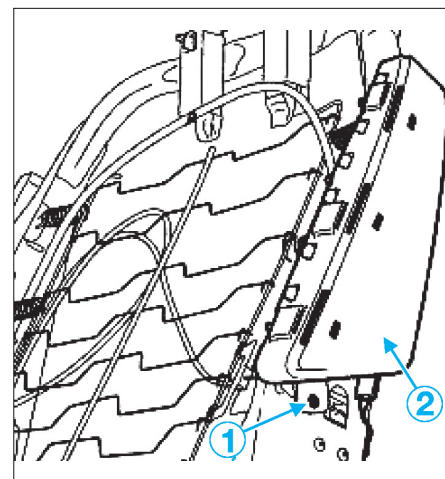

FIG. 10
- Défaire le rivet de fixation (1) (fig. 10).